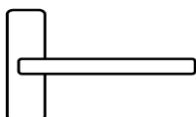

Fig.1
- evitare di forzare l'anta contro la spalletta del muro oltre il limite funzionale di apertura (Fig. 1)
Per avere un ricambio d'aria intenso e veloce, oppure più lento ma più confortevole, sulle finestre si possono installare due sistemi di apertura: apertura convenzionale a bandiera (fig. 1) o apertura a ribalta (fig. 2).